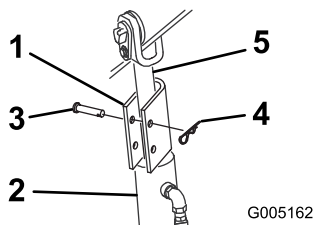

Figure 11
4. Posez un dispositif de verrouillage sur chaque tige de vérin (Figure 11).
5. Fixez chaque dispositif à l'aide d'un axe de chape et d'une goupille fendue (Figure 11).